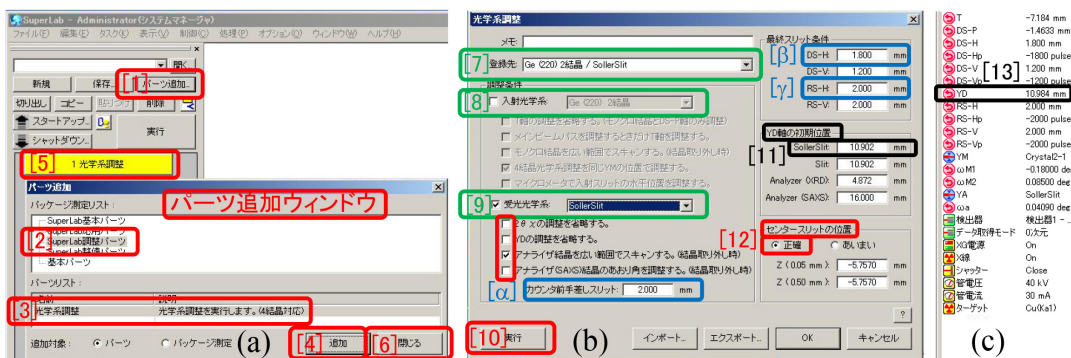

図 1.14. 受光光学系の調整 (Ge (220) 2 結晶 / Soller Slit 光学系)
図 1.14(a) で [1]-[4] の順にクリックして「[5] 光学系調整」パーツを呼び出たあと右下「[6] 閉じる」をクリックしてください。黄色の「[5] 光学系調整」をクリックすると図 1.14(b) が開きます。「[7] 登録先」プルダウンメニューからは「Ge (220) 2結晶 / Soller Slit」を選択, 「[9] 受光光学系」にはチェックを入れてプルダウンメニューからは「Soller Slit」を選択します。その下のチェックボックスは赤枠内に示したよう設定します。入射光学系は §1.3[p.2] で精密調整が終了しているので, 「[8] 入射光学系」のチェックボックスをアンチェックします。「[α] カウンター前手差しスリット」「[β] DS-H」「[γ] RS-H」は測定手法によって表 1.1[p.2] を参照して入力します。「[12] センタースリットの位置」は「正確」ラジオボタンにチェックを入れます。図 1.14(b) 左下の「[10] 実行」ボタンをクリックして続行します。